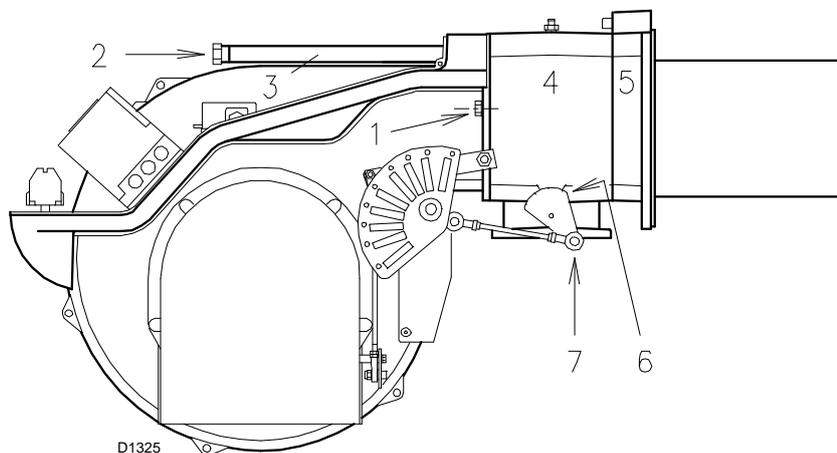

图 17
- ▶ 插好探针及电极电缆，然后将燃烧器推离管路连接处至图 17 所示位置；